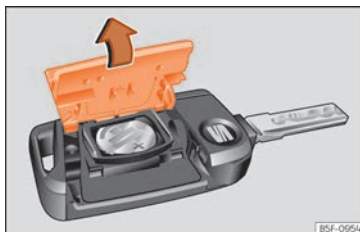

Abb. 141 Fahrzeugschlüssel: Deckel des Batteriefachs öffnen.
- Abdeckung auf der Rückseite des Fahrzeugschlüssels  **Abb. 141** in Pfeilrichtung abnehmen .
- Abdeckung wie gezeigt ansetzen  **Abb. 141** und entgegen der Pfeilrichtung auf das Fahrzeugschlüsselgehäuse drücken, bis sie einrastet.